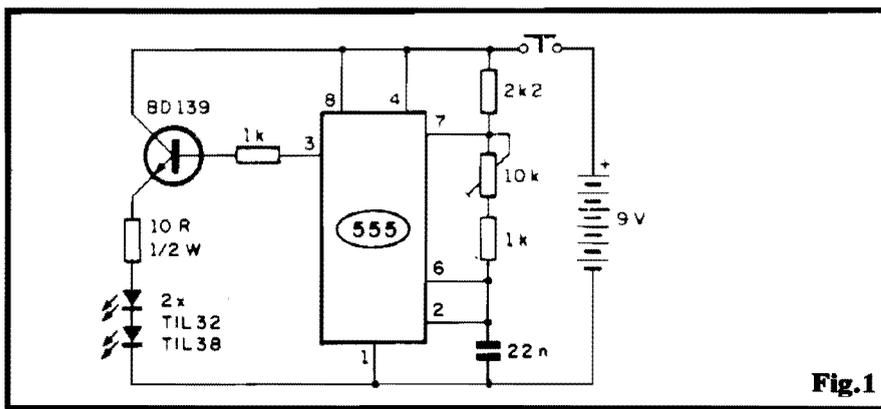

Fig.1
O projeto da LUZ DE FREIO SUPER-MÁQUINA, anteriormente, não tinha sido mostrado em APE devido à sua comercialização inicial ter sido feita apenas na forma "montado" (não era fornecida em KIT...). Desse modo, seu "amigo" (mui...) lhe enganou: não montou KIT nenhum...! Comprou sua LUFSSMA prontinha, montadinha, e apenas fez a instalação no veículo (diz pra ele que "o nariz cresce..."). Quanto à sua idéia de aumentar a quantidade de lâmpadas controladas pelo circuito original, nada contra...! Já que Você é (diz isso claramente na sua carta...) do tipo que "prefere fazer tudo, inteirinho, pelas próprias mãos...", basta "casar" a modificação proposta na fig. B com os dados do esquema original (fig. 1 - pág. 20 - APE 45). Com isso, terá o controle de 9 lâmpadas (o número 10 não daria um bom efeito sequencial convergente, já que ficaria um lapso no centro do string...). Certamente que Você deverá redesenhar boa parte do lay out original do Impresso, mas isso não será um animal heptacéfalo (bicho de sete cabeças...). Já que as lâmpadas ficarão (respondendo ao segundo item da sua consulta, elas
"Seja bem-vindo à turma João Carlos... Antes tarde do que nunca... Aqui em APE não tem esse negócio de "prazo" para se fazer as consultas (a única coisa é a inevitável paciência para aguardar a resposta, já que o espaço no CORREIO TÉCNICO é pequeno para a quantidade de cartas que chega todo mês...). Não importa se "pintar" uma dúvida, consulta ou pedido de adaptação sobre um circuito originalmente publicado em APE nº 1 (4 anos atrás...)! Na medida das possibilidades será também respondida, até com mais entusiasmo, já que comprova o fato do Leitor consultar e colecionar APE desde suas "origens"... Quanto ao seu probleminha, João Carlos, a figura D traz uma solução simples e funcional, com pequenas alterações propostas sobre o esquema original (fig. 1 - pág. 8 - APE 28). Basicamente o único trim-pot de 220K deve ser substituído por 4 outros (cada um no mesmo valor de 220K), podendo ser momentaneamente escolhido qual deles será incorporado ao circuito,
- FIG. 1 - DIAGRAMA DO CIRCUITO - TRANSMISSOR